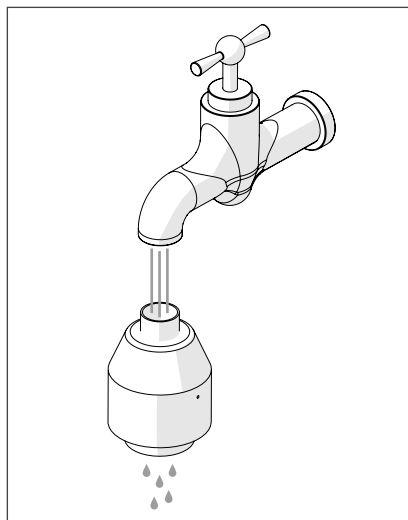

Bild 13
7. Skölj katalysatorn i varmt vatten (bild 13).